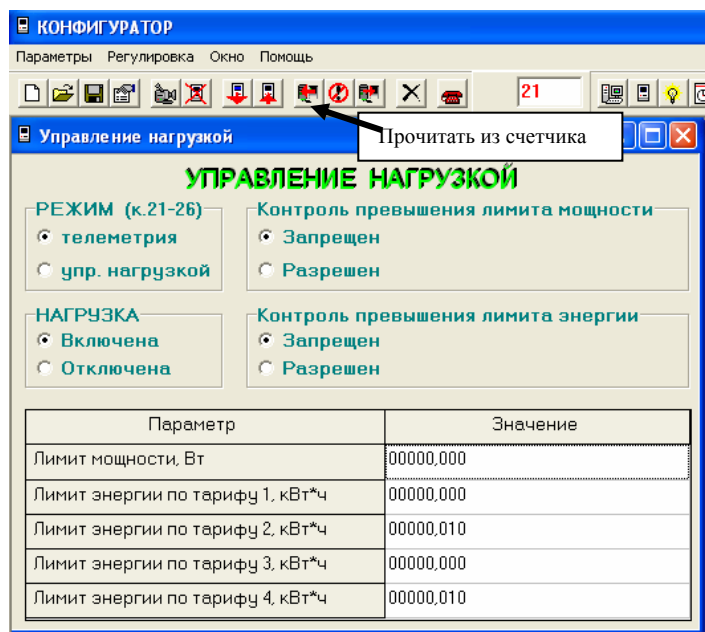

Рис.17
1. выбрать пункт меню «Управление нагрузкой». При этом на экране монитора появится окно «Управление нагрузкой», в котором, в случае успешного обмена со счетчиком, отобразятся данные счетчика, к которому происходит обращение. (Рис.17):